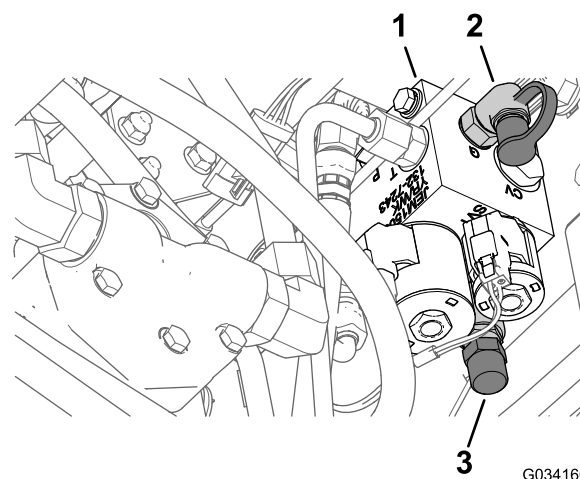

Figura 16
- Inserite un indicatore della pressione nel foro diagnostico dietro il collettore di sollevamento (Figura 16).
- Nella parte anteriore del collettore di sollevamento, rimuovete il tappo dalla bobina di trasferimento del peso (Figura 16).
- Allentate il controdado nella parte inferiore della bobina di trasferimento del peso (Figura 16).